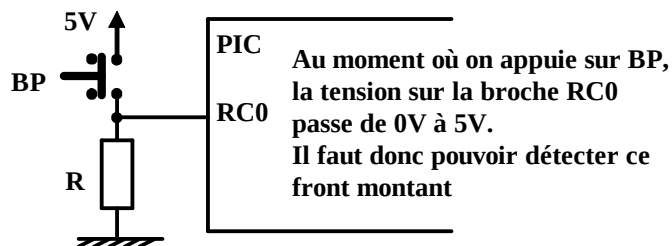

Figure VIII.11.
Comment savoir qu'on a appuyé sur le Bouton Poussoir **BP** de la figure VIII.11 ?
- **figure VIII.13. : cas où on veut agir sur une seule ligne du port** (cf. figure VIII.11.)
// figure VIII.11. : on attend l'appui sur ce BP